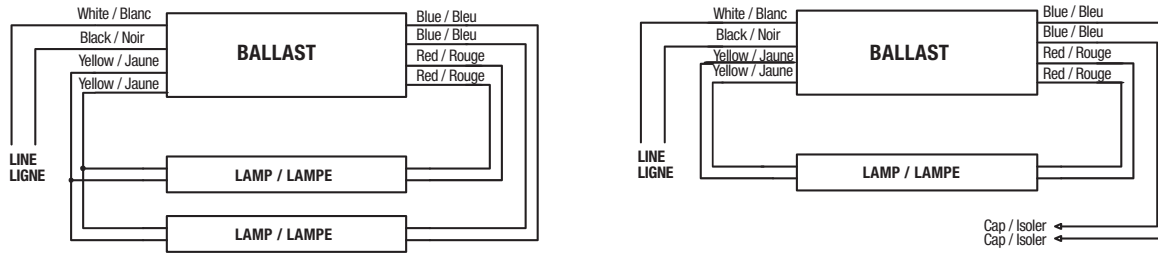
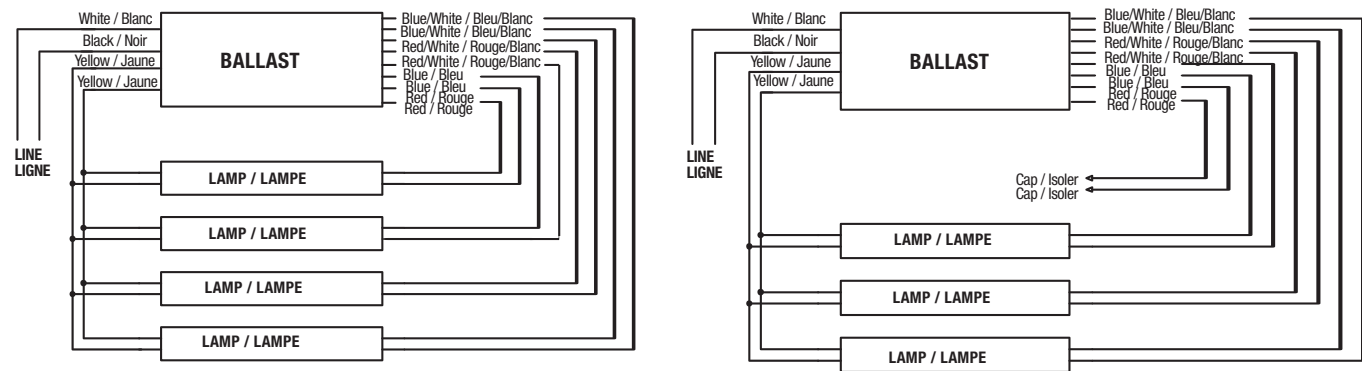

Fig. 5
Fig. 6
- NOTE:** install LED T5 replacement lamp one for each fluorescent lamp removed (see the wiring diagrams in Fig. 5, Fig. 6).
- NOTE:** installez une lampe de remplacement LED T5 pour chaque lampe fluorescente retirée (voir les schémas de câblage sur la Fig. 5, Fig. 6).